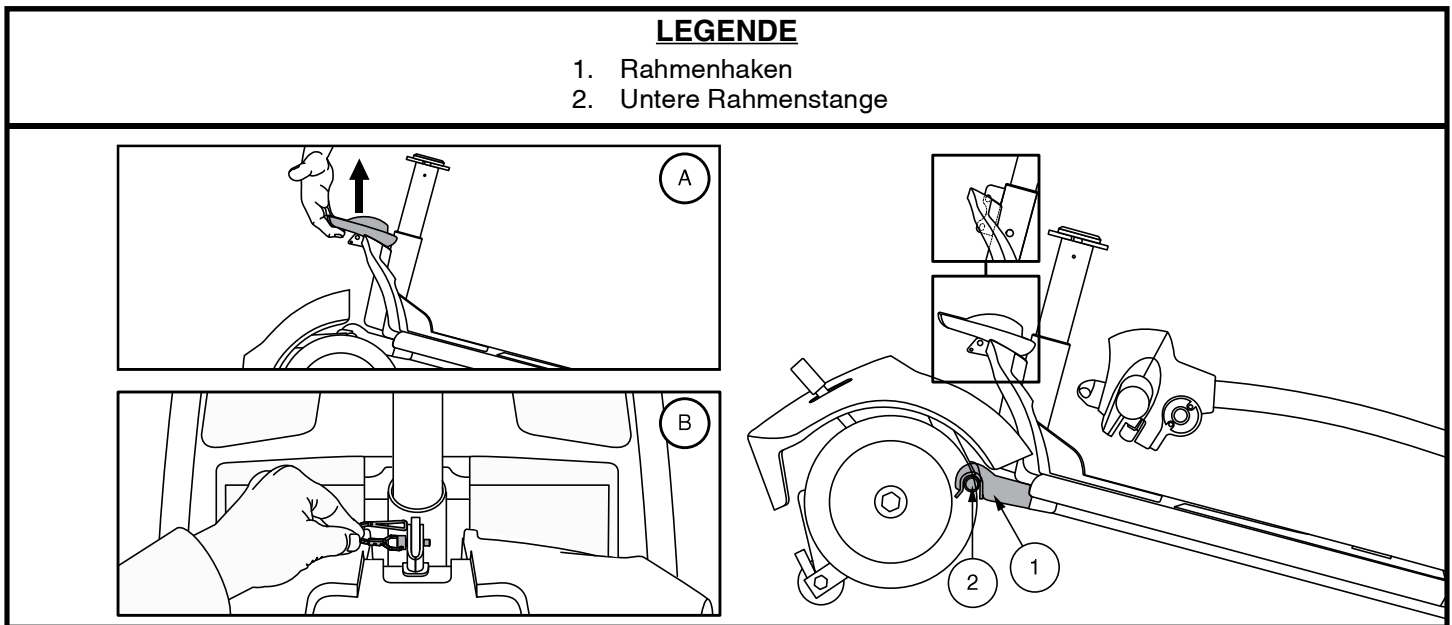

Abb. 33. Rahmenverriegelungshebel (Stil A) and Rahmenverschluss (Stil B)
4. Trennen Sie vorsichtig die beiden Teile. **Siehe Abb. 33.**
**HINWEIS:** *Kippen Sie den hinteren Teil des Elektromobils vor dem Zusammenbau etwas nach hinten auf die Stützräder, wie in Abb. 33 gezeigt.*
1. Benutzen Vorderteils den Rahmenverriegelungshebel (oder das Hinterteil an der Sitzstütze anheben für modelle 29, 36, 336, 83 und 84) Sie zum Anheben und richten Sie die Rahmenhaken des Vorderteils an der unteren Rahmenstange des Heckteils aus. **Siehe Abb. 33.**
2. Wenn sich die Rahmenhaken über der unteren Rahmenstange befinden, senken Sie das Vorderteil ab und drehen gleichzeitig das Heckteil. Bei den Modellen 39, 40, 44, 40LX, 40X, 44X, 40E, 44E, 44LX, 50LX, 50LXLIT, 54LX, 54LXLIT, 53, 53HD, 54, 54HD, 73, 74 und Jazzy ZTS greift dadurch automatisch die Rahmenverriegelung. Bei den Modellen 29, 36, 336, 83 und 84 müssen Sie zum Abschluss der Rahmenmontage außerdem den Rahmenverschlussstift wieder anbringen. **Siehe Abb. 33.**